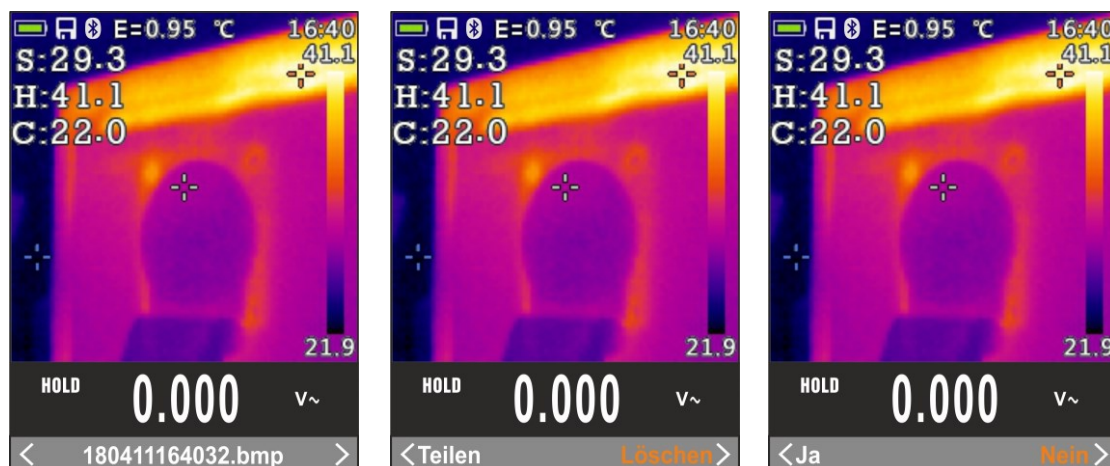

Abb. 42: Aufruf und löschen von IR Bildern
11. Treten Sie ins Hauptmenü ein, um das gespeicherte Ergebnis anzuzeigen (siehe § Abb. 42 – linke Seite).